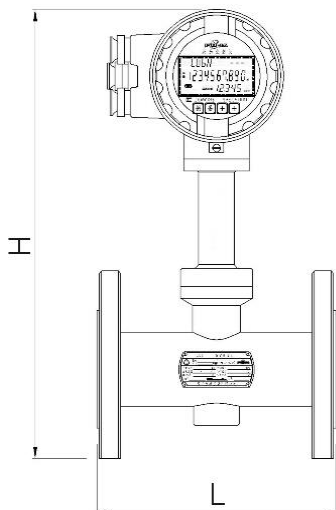
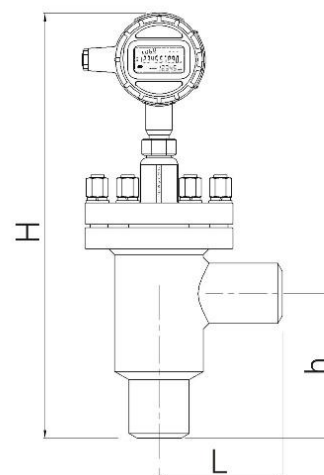

图 6 流量计外形图
图 7 流量计外形图
6.1.1 流量计外形如图 6、图 7 所示，外形尺寸列于表 2、表 3。